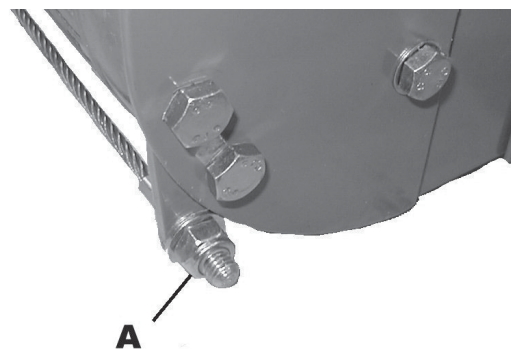

Fig. 8.9
8.9 RASCHIETTO DEL RULLO DEL TERRENO (FIG.8.9)